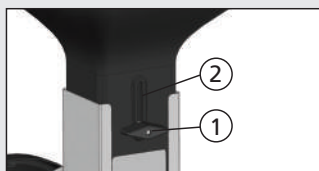

Fig.07
Solte a borboleta (1) [Fig. 07], localizada na lateral do funil. Com o regulador (2) [Fig. 07] solto, faça a regulagem deslocando para cima caso necessite de uma abertura maior ou deslocando para baixo caso necessitar de uma abertura menor. Após a regulagem aperte a borboleta (1) [Fig. 07].